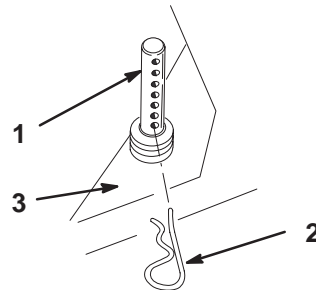

Bild 24
2. Heben Sie das Schneidwerk leicht am Griff hoch, ziehen die Splinte aus den Schnitthöhen-Einstellpfosten und trennen das Schneidwerk vom Chassis (Bild 24).